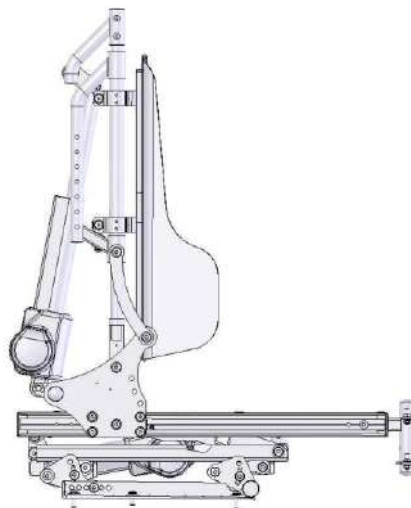

Figura 5-89
- El asiento Kiss con la opción de basculación se muestra en la figura 5-89).